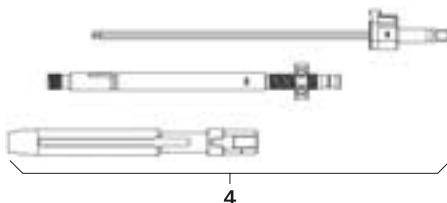

Fig. 6
- Montar la palanca de reposición **4**, ver Fig. 6.